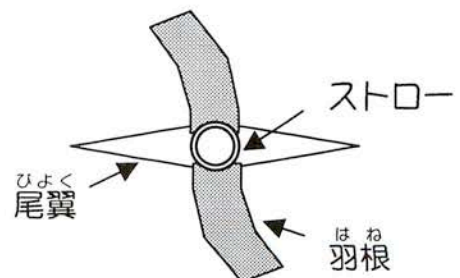

図12 ロケットを上から見た図
(7) 羽根を指でしごいて、少し開きます。このとき羽根にねじれが入るようにしごきます(図12)。